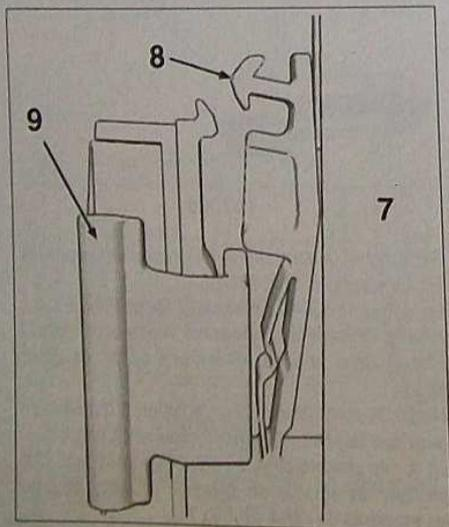

FIG. 70
En A : de chaque côté, à l'aide d'un petit outil plat, déclipser les agrafes de maintien (8) pour dégager les embouts de câble (9) (Fig.70).